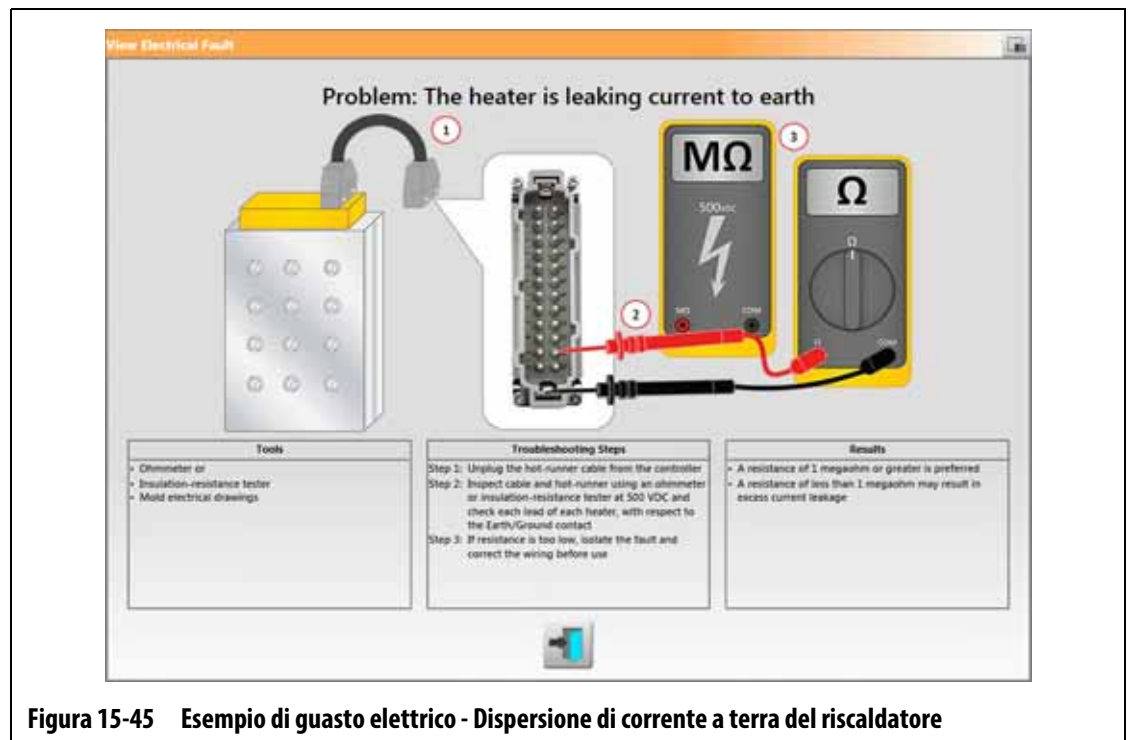

Figura 15-45 Esempio di guasto elettrico - Dispersione di corrente a terra del riscaldatore
- **Vedi guasto elettrico:** premere questo pulsante per visualizzare un'immagine che aiuti a risolvere il guasto. Inoltre, elenca una lista di strumenti da usare, passaggi di procedure e i risultati che si dovrebbero ottenere. Il pulsante Vedi guasto elettrico viene mostrato nella Figura 15-44. Consultare la Figura 15-45 per un esempio della finestra della procedura di risoluzione dei problemi per un guasto "Dispersione di corrente a terra del riscaldatore".